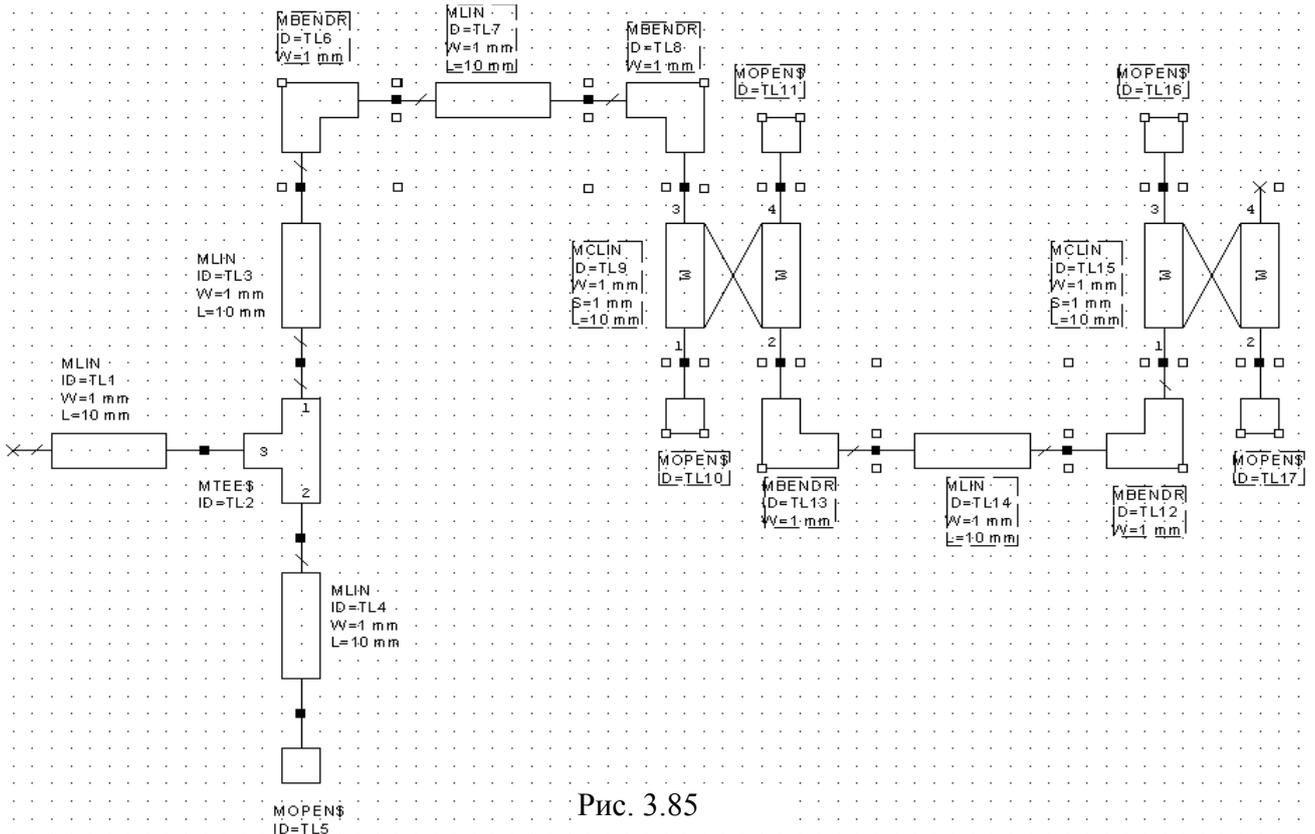

Рис. 3.85
13. Скопируйте элемент **MOPENS\$** и подключите его к плечам 2 и 3 последнего элемента **MCLIN** (рис. 3.85).
14. Нажмите клавишу **Shift** и, щёлкая мышкой по элементам, выделите элементы с **ID=TL6** по **ID=TL17** (рис. 3.85) и скопируйте их, щёлкнув по значку **Copy** на панели инструментов.